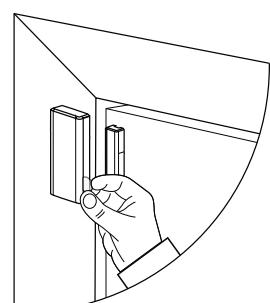

Abbildung 8: Registerkarte ziehen
1. Zum Einschalten des Geräts ziehen Sie die Registrierkarte Anmeldung. See Figure 8.